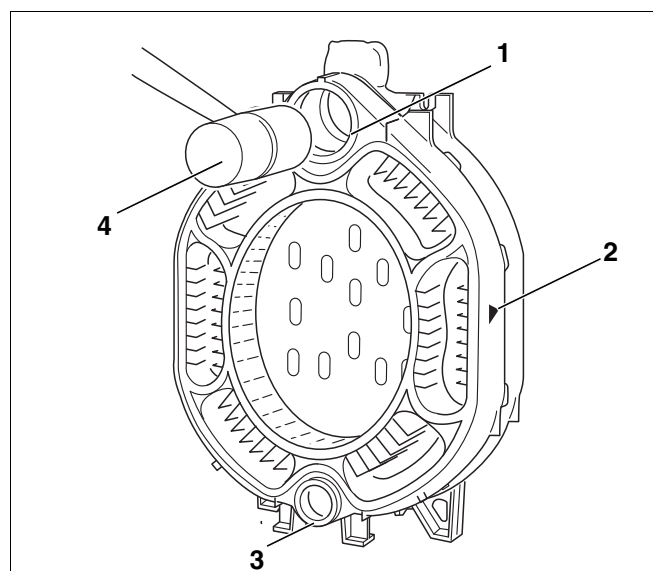

Fig. 13 Frapper contre l'élément intermédiaire
- ▶ Insérer l'élément intermédiaire avec le moyeu supérieur et inférieur (fig. 13, [1] et [3]) sur les nipples de l'élément arrière, la flèche indiquant le sens du montage (fig. 13, [2]) étant dirigée vers l'arrière.
- ▶ Frapper sur le premier élément intermédiaire avec un maillet en bois ou en caoutchouc dur (fig. 13, [4]) contre l'élément arrière.